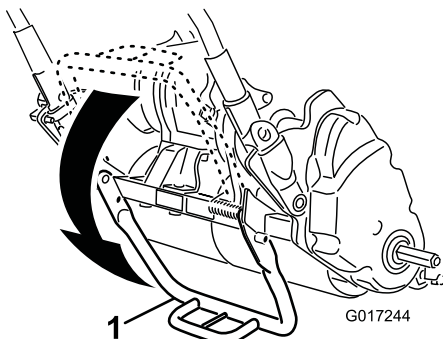

Figura 15
1. Baje el caballete con el pie, y tire hacia arriba del manillar hasta que el caballete haya girado hacia delante, pasando el centro del arco (Figura 15).